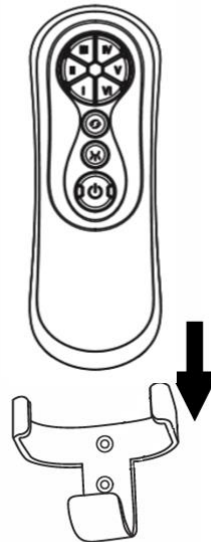

Abb. 11b
2. Setzen Sie die Fernbedienung in die Halterung, um sie zurückzusetzen. (Abb. 11b)